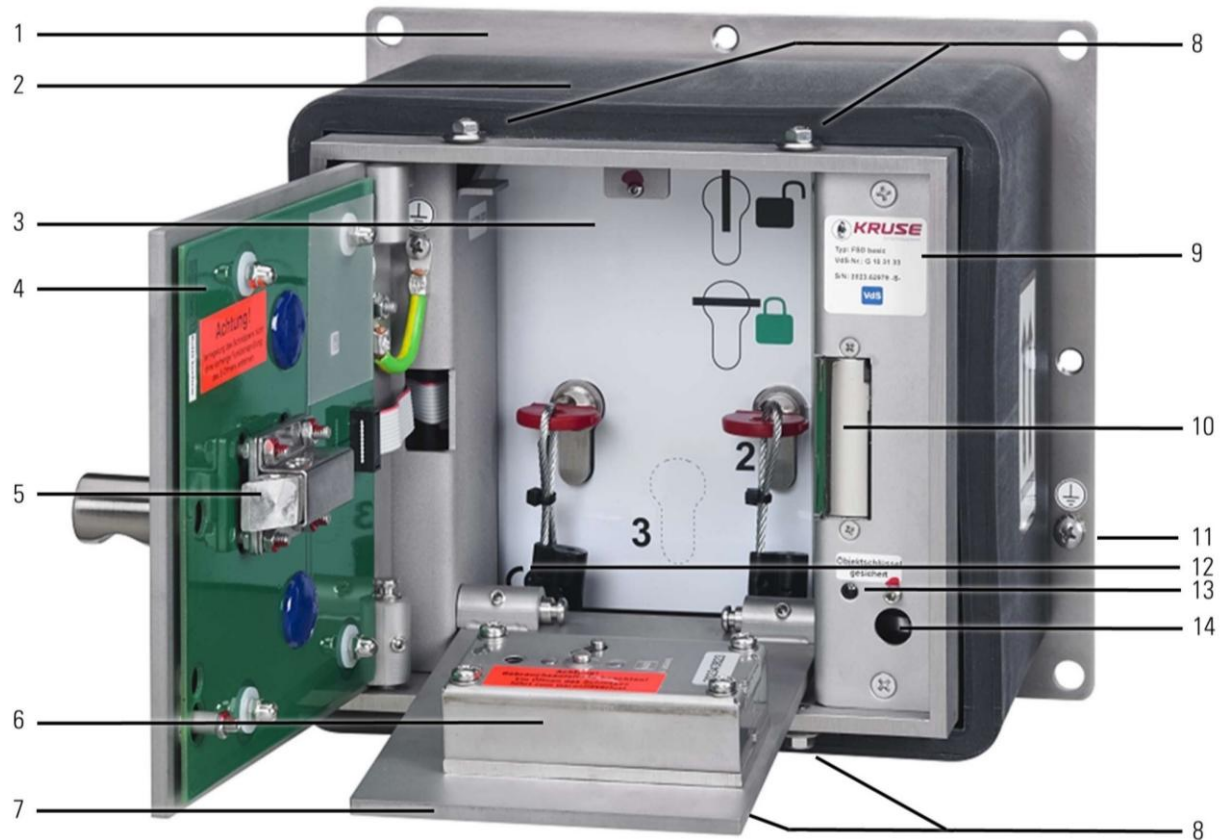

Abbildung 1: FSD (Art. 500006K)
Siehe Abbildung 1: Das FSD basic besteht aus dem FSD-Korpus (2), der OSÜ (3) und der Innentür mit Feuerwehrschiessung (7).